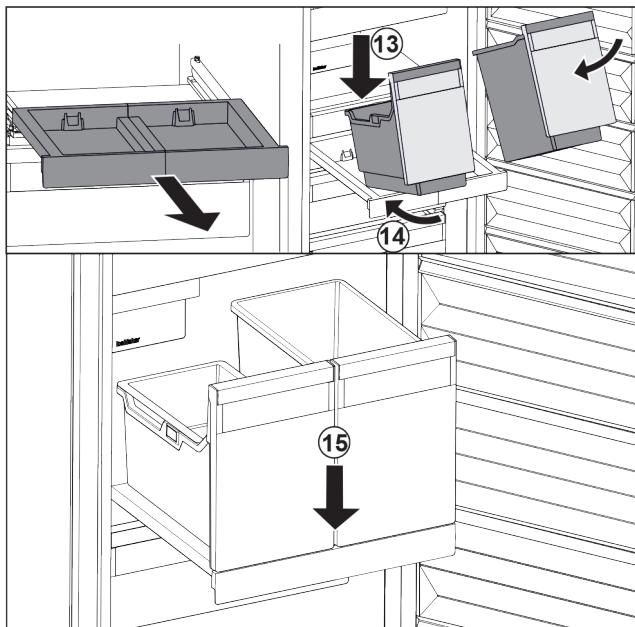

Fig. 106
- ▶ Поставете съда под ъгъл върху изтеглящата се дъска. *Fig. 106 (13)*
- ▶ Вкарайте съда под ъгъл назад. *Fig. 106 (14)*
- ▶ Спуснете съда отпред. *Fig. 106 (15)*